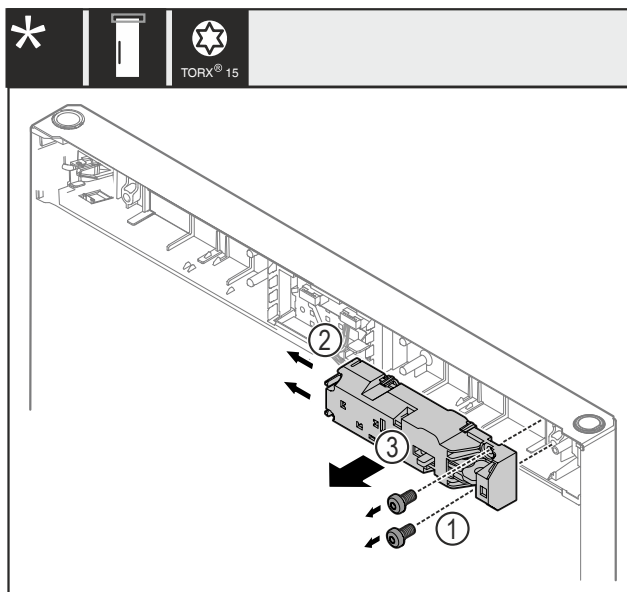

Fig. 24
- ▶ Odvrnite vijke Fig. 24 (1).
- ▶ Pritisnite jezičce Fig. 24 (2) na stranu i skinite daljinsku bravu Fig. 24 (3).